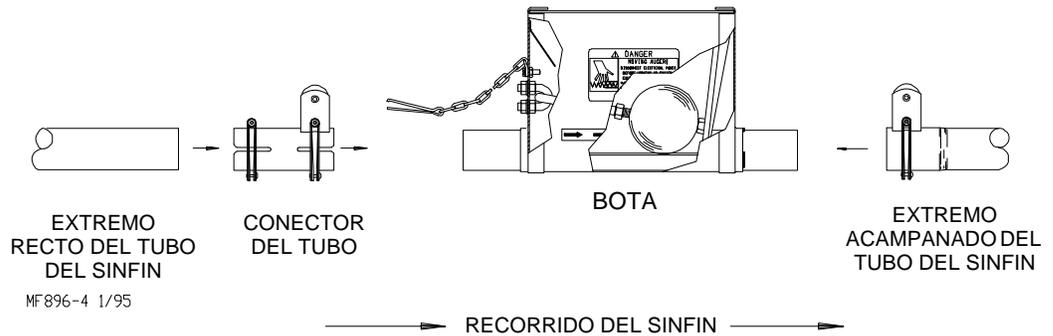

Figura 21. Componentes de la bota para la ubicación recomendada de la tolva (vista lateral: de pie en el lado de adentro del circuito)
4. Los sistemas de dos tolvas (sistemas con una longitud total del sinfín sobre 152 m ó 500 pies) deben tener las tolvas colocadas como se especifica en la sección Planificación del sistema en la página 7 y 8. Saltarse al paso 5 y ver la **Figura 21**.